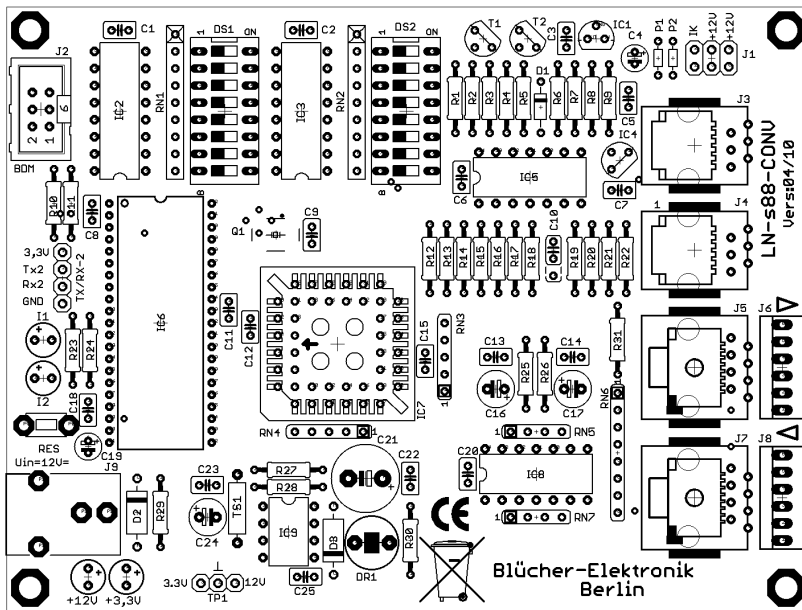

Abb. 2
1.1 Anordnung der Bauelemente (Abb. 2) auf der Platine des LN-s88-CONV